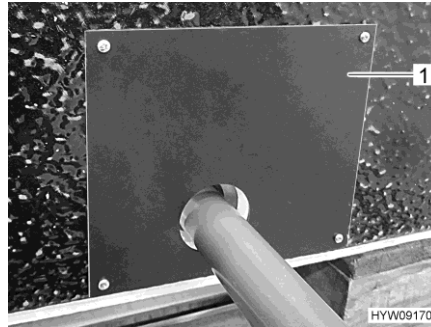

Fig. 157 Couverture (cuve du réservoir d'eaux usées)
- Retirer le couvercle (Fig. 157,1) de la cuve du réservoir d'eaux usées.
- Mettre le couvercle (Fig. 157,1) en place.